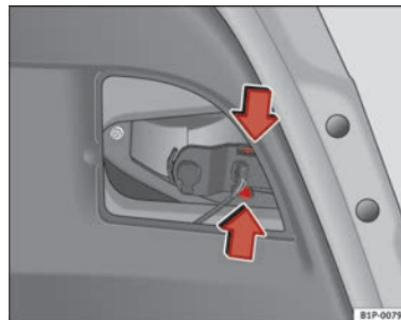

Fig. 172 Desmontagem do porta-lâmpadas
- Retire o porta-lâmpadas, pressionando as patilhas de fixação e tirando-o para fora ⇒ Fig. 172.